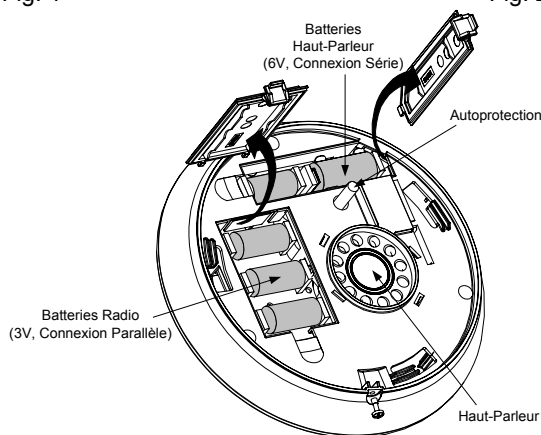

Fig. 3
5. Insérer les batteries fournies dans les emplacements prévus à cet effet (Haut-Parleur et Radio) en respectant la polarité (Fig. 3).
4. Insérer les 2 batteries du Haut-parleur dans le compartiment à piles (Fig. 3).
5. Insérer les 3 batteries Radio dans le compartiment à piles (Fig. 3).
Alimentation	5 x CR123, Pile Lithium 3V (3 piles pour l'émetteur/récepteur radio, 2 piles pour le haut-parleur ; cf. Fig. 3 page 5)